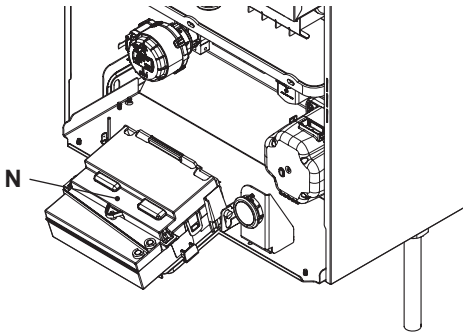

Figura 5.20
- Individuare il coperchio copri morsetteria N (Figura 5.20) rimuovere le viti di tenuta ed aprirlo.